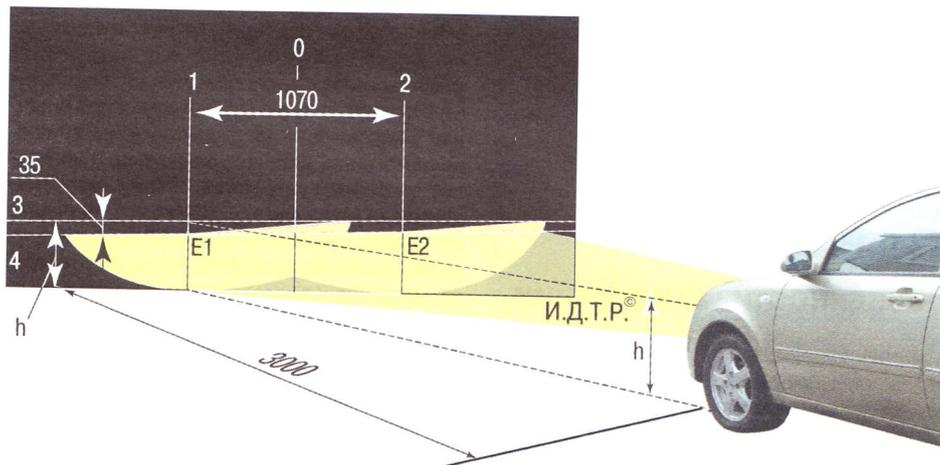

Рис. 10.2. Регулировка света фар
2. Установите автомобиль перпендикулярно гладкой стене (например, в гараже) на расстоянии 3 м. Положите на сиденье водителя дополнительный груз массой 75 кг. Разметьте на стене экран, как показано на рис. 10.2. Продольная плоскость симметрии автомобиля должна проходить по линии 0 на экране. Качните автомобиль сбоку, чтобы самоустановились пружины подвесок.
10. Фары считаются отрегулированными, когда верхние границы левых частей световых пятен совпадают с линией 4 (см. рис. 10.2), а вертикальные линии 1 и 2 проходят через точки **E1** и **E2** пересечения горизонтальных и наклонных участков световых пятен.